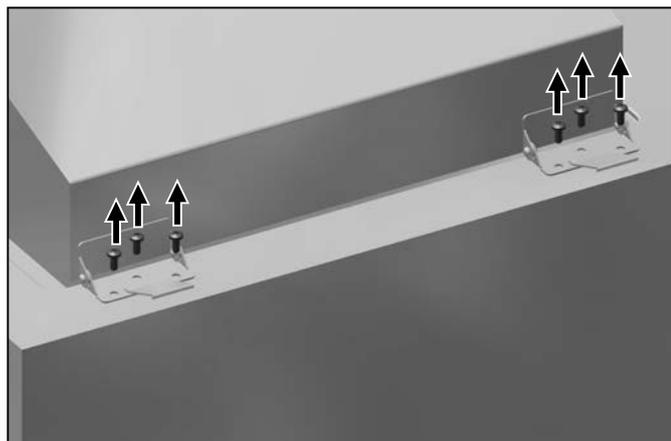

Fig. 7 Dévisser le couvercle standard de la cuve
2. Dévisser les charnières du couvercle d'origine du bain (v. Fig. 7). Déposer le couvercle.